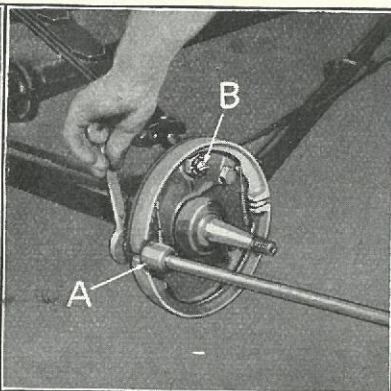

Fig. 55
- (d) Tag Bremsebaandet af ved at afskrue Bremseboltens Møtrik (Fig. 55-A) og skru Bremsebaandsbolten ud. Denne Operation udføres ved at løsne Møtrikken med een Nøgle og skru Bolten ud ved Hjælp af en anden Nøgle.